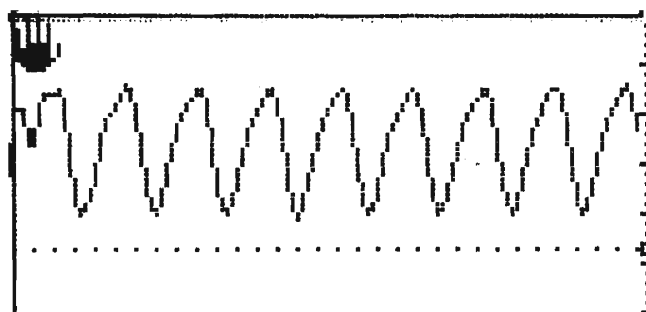

Рис.5
**Работа в автономном режиме** возможна без подключения к ПК, а только к внешнему источнику напряжения питания 12 В. В этом случае отображение осциллограммы или спектра осуществляется на собственный ЖК-дисплей, общий вид которого изображен на **рис. 5**. Большую часть поля занимает об-